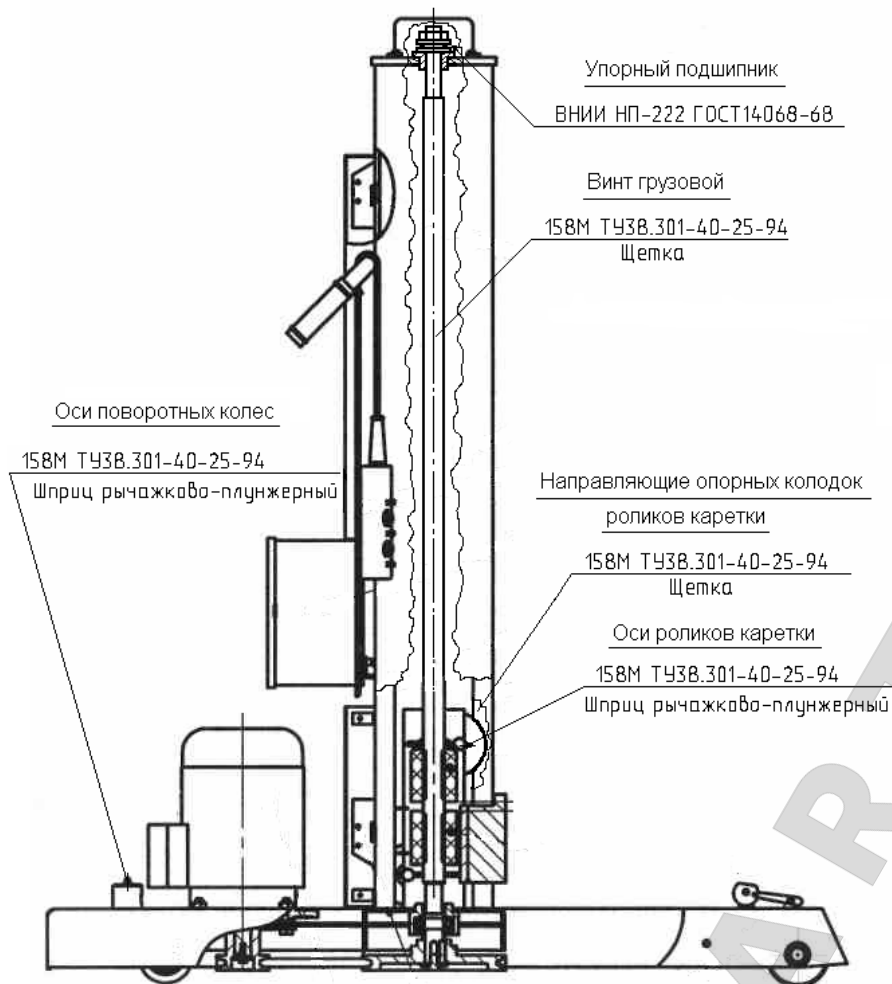

Рис. 4. Карта смазки подъемника ПП-1-01.
- произвести смазку стойки подъемника в соответствии с картой смазки (см. Рис. 4);